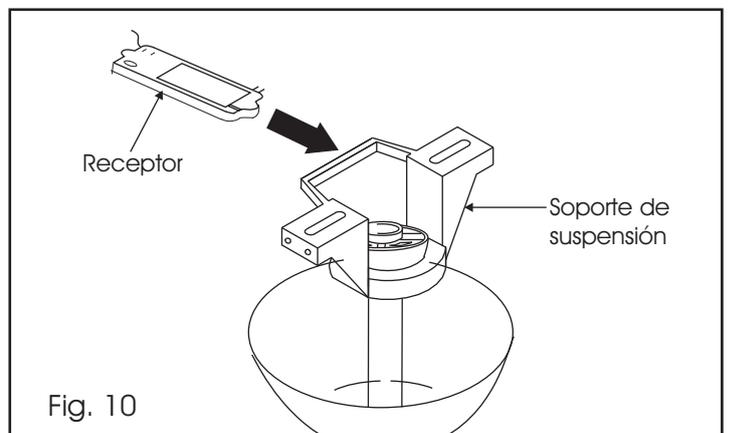

Fig. 10
**Paso 1.** (Fig. 10) Instale el receptor en la abrazadera de montaje, el lado plano debe quedar hacia arriba.